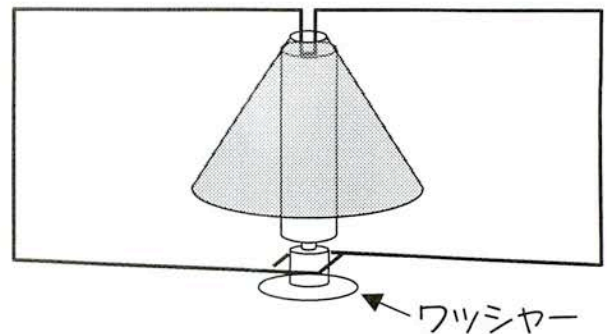

図9 銅線に磁石と電池に置いて組み立てます。
4) 図9のように机の上においたワッシャーにネオジウム磁石をくつつ
5) 銅線の小さい四角の中にネオジム磁石を入れます。その状態で、銅線の折り曲げたでつぱり部分を地球儀の穴から乾電池の - 極の上におきます (図9)。その時、地球儀がずれたら直してください。また、もしスペースシャトルが反対に回るようなら、磁石をひっくり返して下さい。